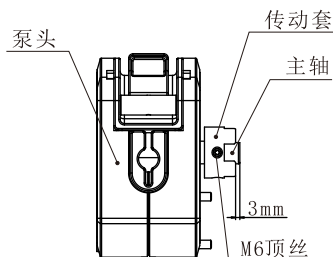

图1
- 先把传动套安装在泵头的主轴上，按图示尺寸定位后再紧固顶丝，如图1。